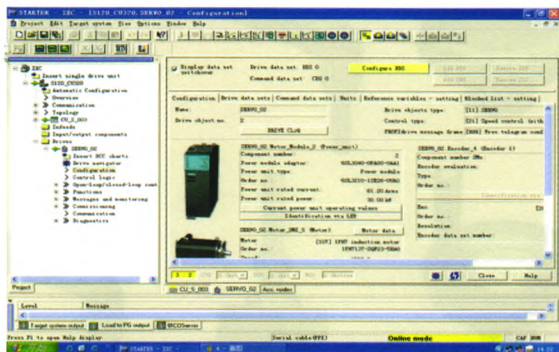

图 6
(5) 点击Drives→Servo_02 →Configuration后，如图6所示。